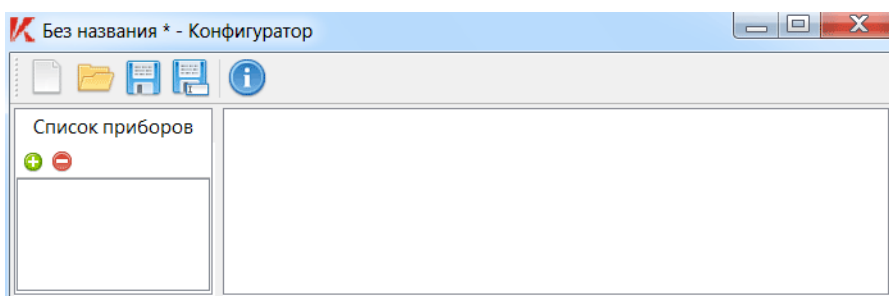

Рисунок 3 – Пустое главное окно при первом запуске программы после ее установки
3.2.1 При первом запуске программы (непосредственно после ее установки на компьютер) главное окно программы может быть пустым (список приборов (в левой части окна) пустой, область отображения основной информации (в правой части окна под панелью инструментов) также пустая – см. ниже Рисунок 3). В этом случае пользователю для возможности начала работы с приборами измерений ПКЭ необходимо добавить приборы в список приборов (порядок добавления приборов в список описан в п. 4.4.2).